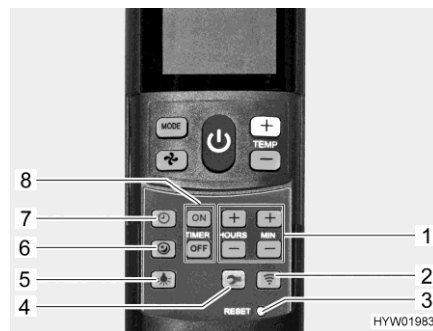

Fig. 193 Telecomando con tasti di impostazione (impianto di climatizzazione)
- Premere il tasto funzionamento silenzioso (Fig. 193,6). Durante il raffreddamento la ventola funzionerà ad un numero di giri inferiore, pertanto risulterà meno rumorosa.
- Premere il tasto ora (Fig. 193,7).
- Impostare le ore e i minuti con i tasti (Fig. 193,1).
- Premere il tasto "ON" (Fig. 193,8).
- Premere i tasti per l'impostazione degli orari (Fig. 193,1) fino a che non è stato raggiunto l'intervallo orario desiderato per l'accensione.
- Premere il tasto "OFF" (Fig. 193,8).
- Premere i tasti per l'impostazione degli orari (Fig. 193,1) fino a che non è stato raggiunto l'intervallo orario desiderato per lo spegnimento.
- Premere di nuovo il tasto "ON" o il tasto "OFF" (Fig. 193,8).
- Premere il tasto luce (Fig. 193,5). La luce viene accesa all'ultimo livello di regolazione impostato.
- Premere e tenere premuto il tasto luce (Fig. 193,5), finché non si raggiunge la luminosità desiderata.
Spegnimento illuminazione: ■ Premere il tasto luce (Fig. 193,5).
- ▷ Il tasto Setup (Fig. 193,4) permette di collegare il telecomando all'impianto di climatizzazione al omento della prima messa in funzione.